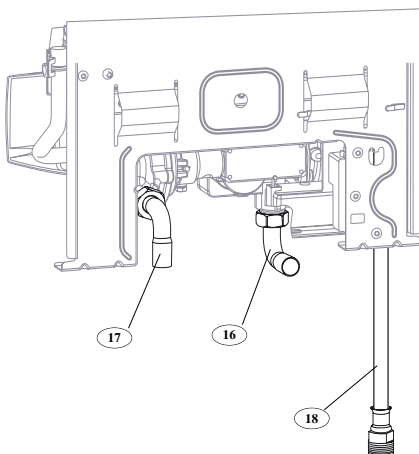

Рис. 7
**Подключение природного газа** (рис. 7):
- Одна изогнутая трубка (16) 14 x 0,75
**Подключение газа бутана - пропана** (рис. 7):
**Подключение холодной воды** (рис. 7):
- Одна изогнутая трубка (17) 14 x 0,75
**Подключение горячей воды с помощью дюритового шланга, (18)** (рис. 7), установленного на аппарате.
- Закройте кран подачи холодной воды (17) (рис. 7).